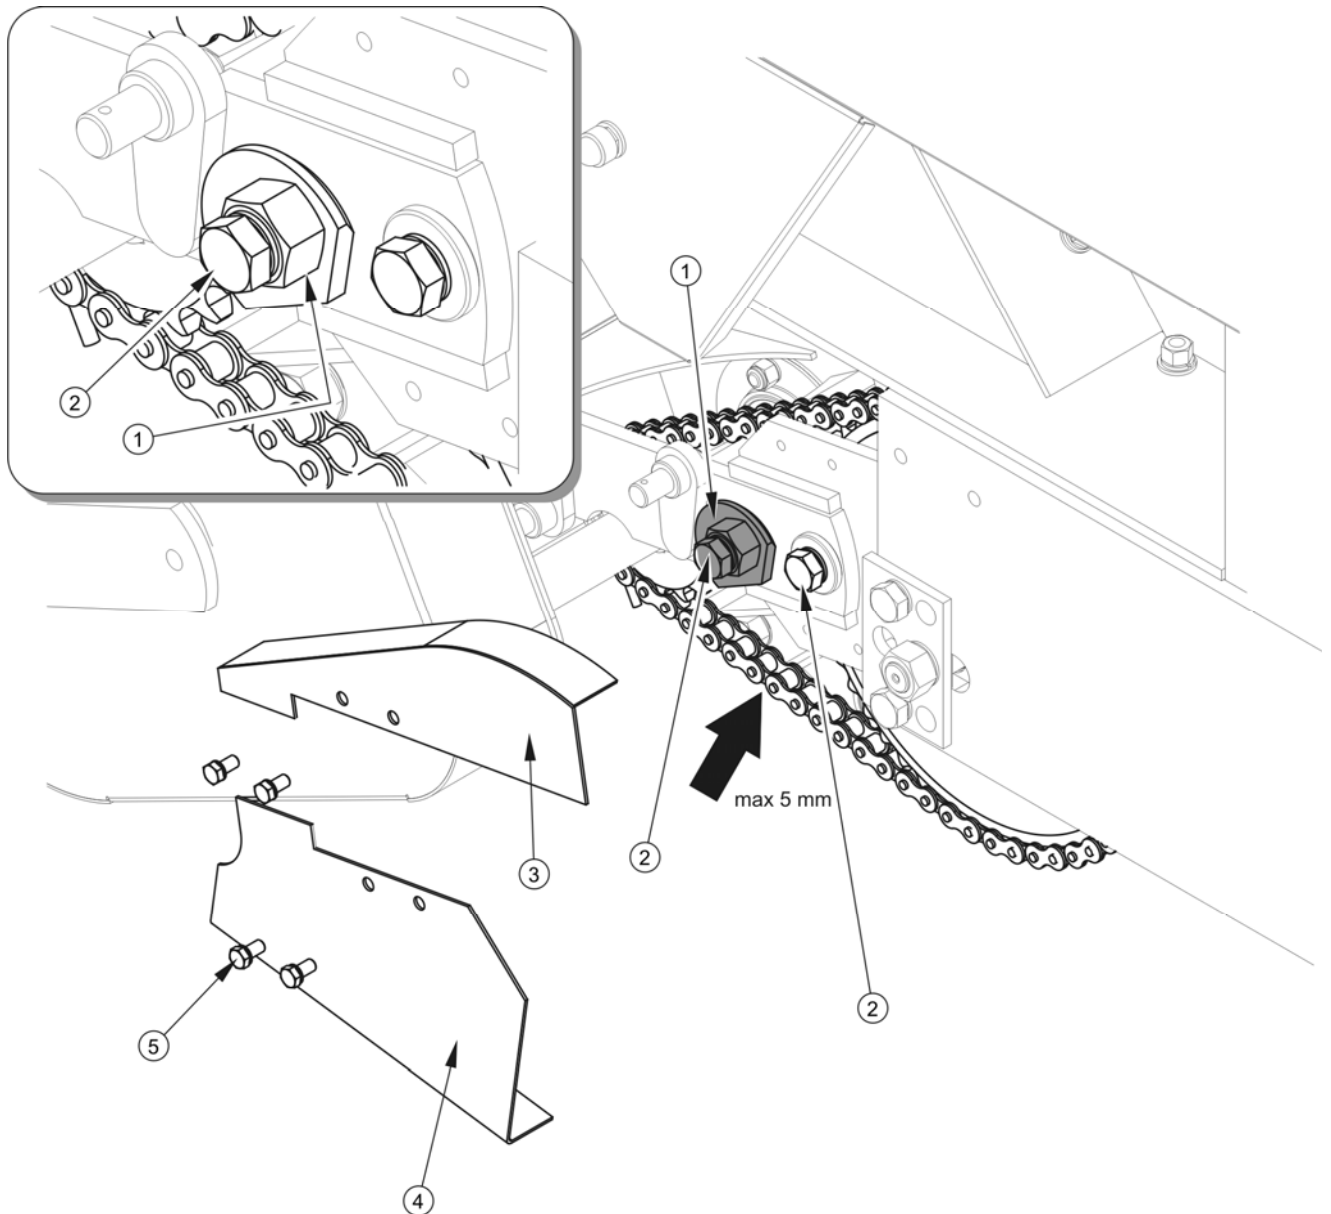
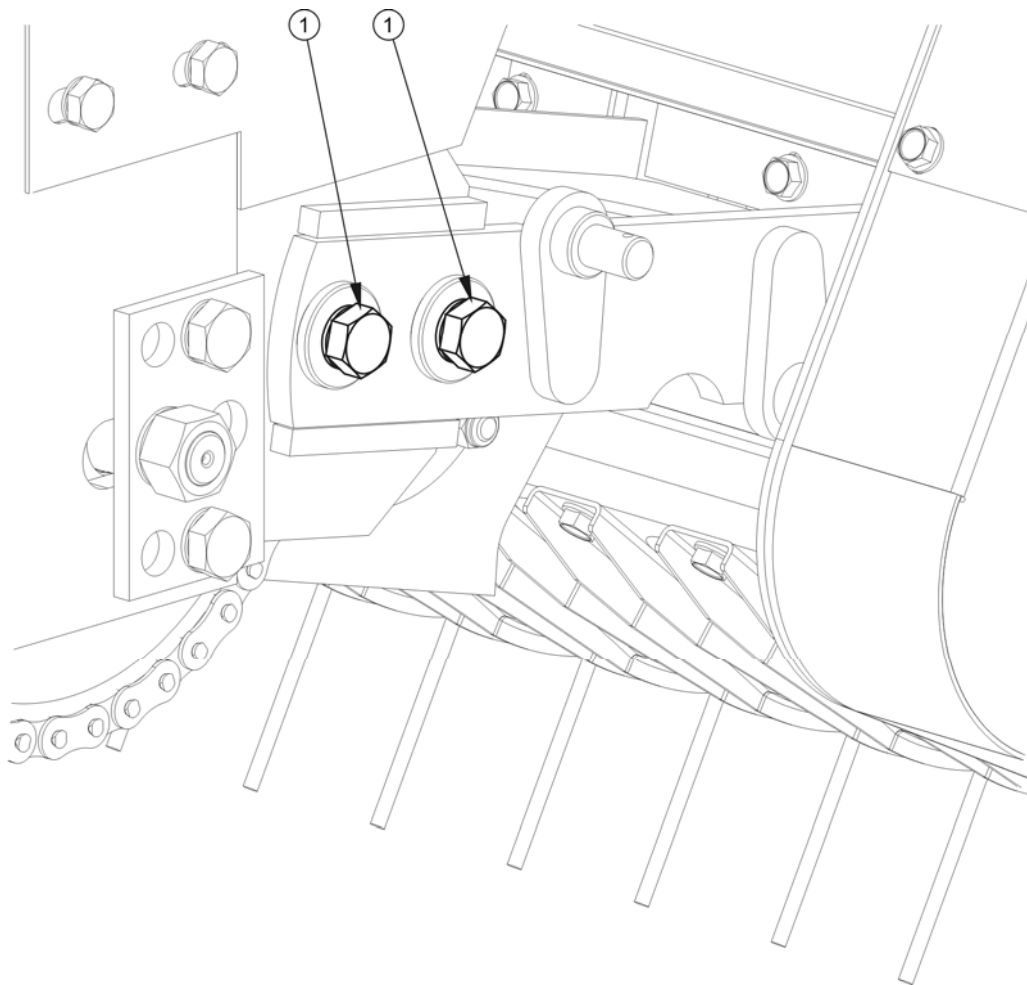

РИСУНОК 5.21 Регулирование натяжения приводной цепи мототила вид слева
РИСУНОК 5.22 Регулирование натяжения приводной цепи мотовила вид справа
- ➔ При слишком сильном растяжении приводной цепи отвинтить крепежные болты 2 рисунок 5.21 с левой и 1 рисунок 5.22 с правой стороны подборщика.
- ➔ При помощи кулачка 1 рисунок 5.21 - увеличить натяжение цепи, затянуть болты 2 с левой стороны подборщика.